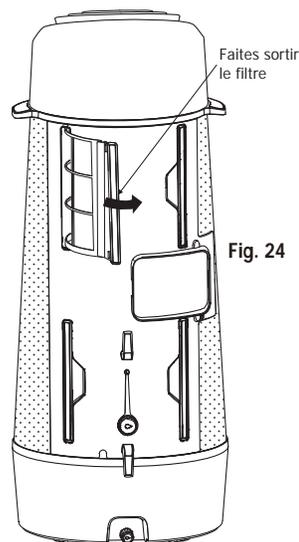

Fig. 24
- Cet appareil comporte quatre filtres situés à l'arrière de l'appareil. Saisissez l'onglet des filtres et tirez-les un à un (Fig. 24).